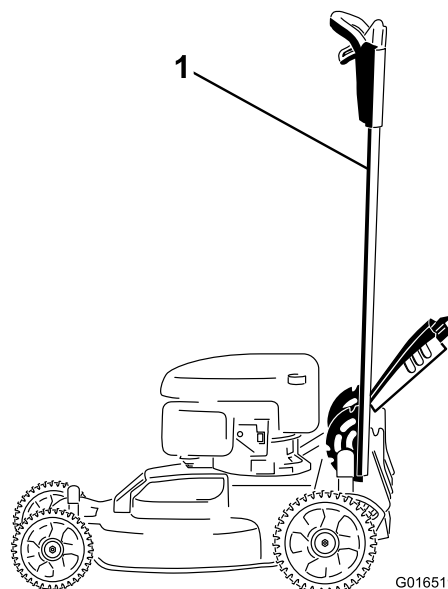

Figura 1
1. Bloquee el manillar en posición vertical (Figura 1); consulte *Ajuste de la altura del manillar* en el *Manual del operador*.